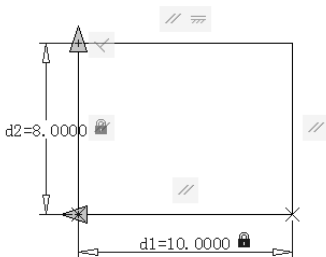

图 11-32 添加尺寸约束
(5) 在“约束”选项卡中选择和两个选项，添加尺寸约束，结果如图 11-32 所示。